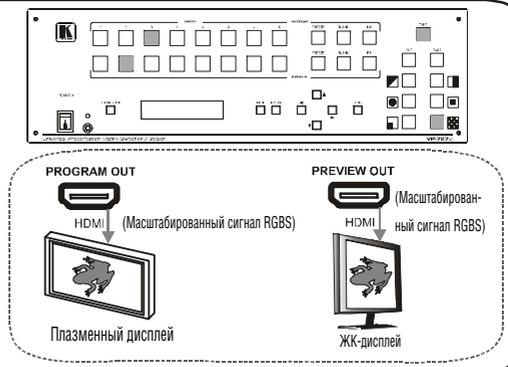

Рис. 9. Пример использования контрольного и программного выходов
- увидеть, как будет выглядеть масштабированное изображение до его показа в реальной презентации. Как показано в примере на рис. 9, после проверки результата преобразования изображения с источника RGB в HDMI-формат оператор переводит сигнал с контрольного выхода на программный, заменяя ранее демонстрировавшееся
- в режиме повторения (*Follow*) после нажатия на кнопку *TAKE* сигнал на программном выходе повторяет сигнал на контрольном (пример на рис. 9 показан именно для этого режима)
- в режиме обмена (*Swap*) после нажатия на кнопку *TAKE* сигналы на программном и контрольном выходах меняются местами. Если бы в примере на рис. 9 использовался этот режим, то при нажатии на кнопку *TAKE* сигнал источника RGB был бы выдан на программный, а компонентного — на контрольный выходы.